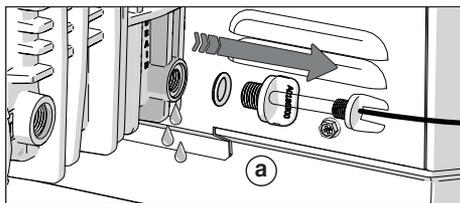

Figure 17. Retirer le bouchon de vidange/capteur de température
- a. Retirer le bouchon de vidange/capteur de température de sortie du collecteur et laisser toute l'eau s'écouler de l'échangeur de chaleur, voir Figure 17.